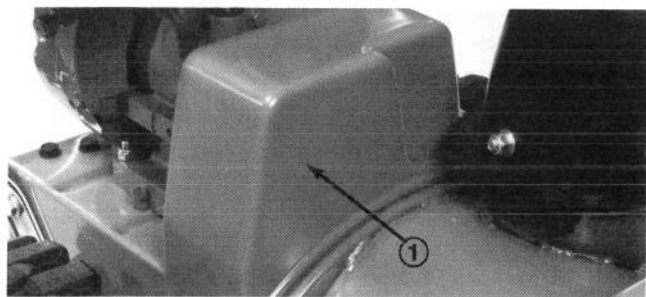

Figure 30
2. Enlevez les deux vis taraudeuses qui retiennent la garde de courroie et déposez la garde (Fig. 30).
2. Enlevez les deux vis taraudeuses qui retiennent la garde de la courroie et déposez la garde (Fig. 30).